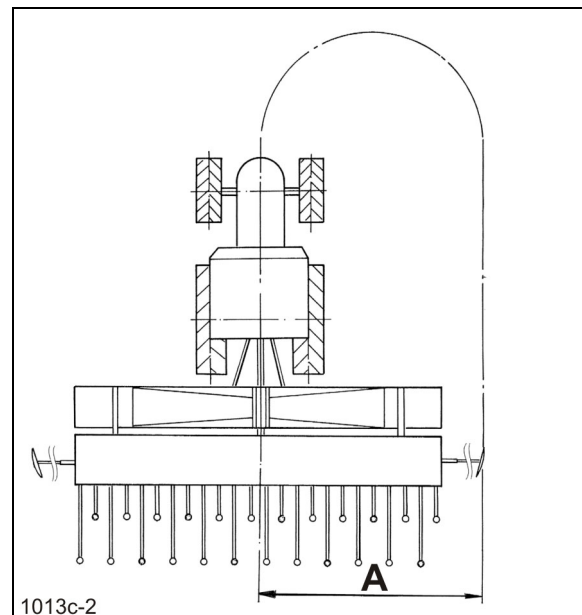

Fig. 170
6. Spuranreißerlänge auf Abstand „A“ (Fig. 170) einstellen.